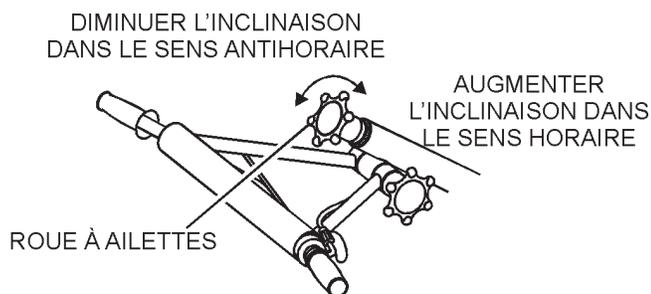

Figure 29. Poignée standard
1. Pour incliner les lames vers le haut à l'aide de la poignée « *Standard* », (Figure 29) tournez simplement la *roue à ailettes* dans le sens horaire. La rotation de la roue à ailettes dans le sens antihoraire causera un aplatissement des lames.